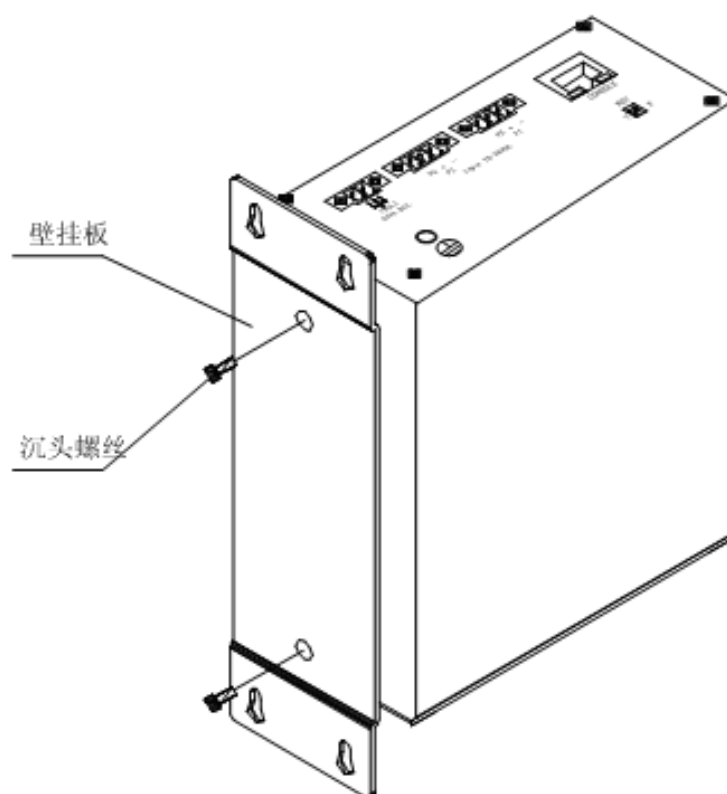

图 2-4 安装壁挂板
2. 从包装中取出壁挂板和壁挂板安装螺丝（十字槽沉头螺丝 M3×6）。使用十字螺丝刀将壁挂板安装到原先安装 DIN 卡轨连接座的位置，壁挂板的安装方向如图 2-4 所示。